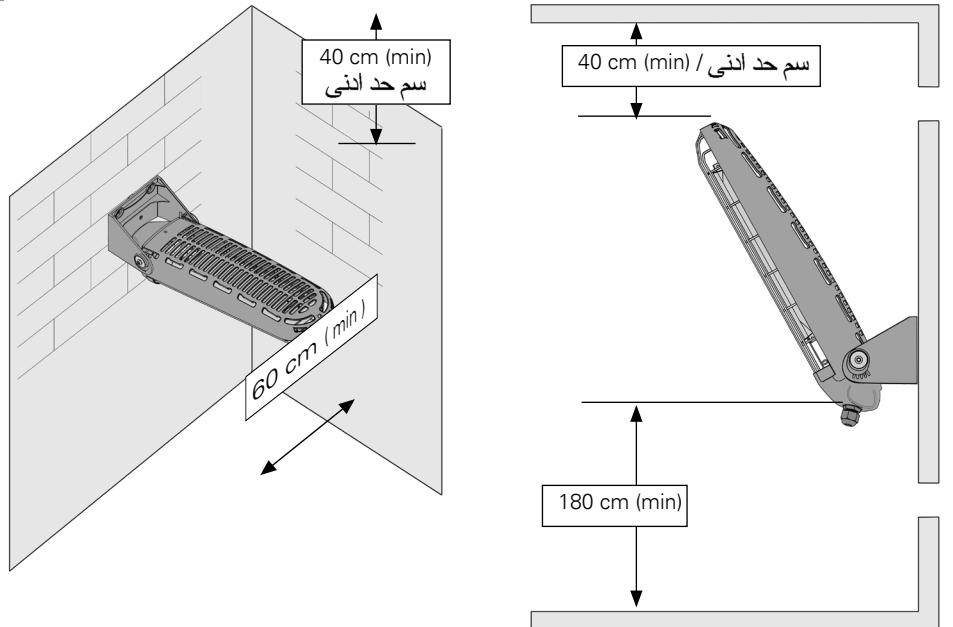

Fig. 1
- Pomiędzy najwyższą częścią promiennika a sufitem (lub pokryciem parasola) pozostawić wolną przestrzeń 40 cm, a pomiędzy promiennikiem a ścianą 60 cm (rys. 1).
- Promiennik należy zamontować na minimalnej wysokości 180 cm (rys. 1). W przypadku montażu w łazience minimalna wysokość wynosi 225 cm w strefach ochronnych 1 i 2, a w strefie 3 minimalna odległość od podłożu powinna wynosić 180 cm zgodnie z przepisami obowiązującymi w kraju montażu (CEI 64-8).